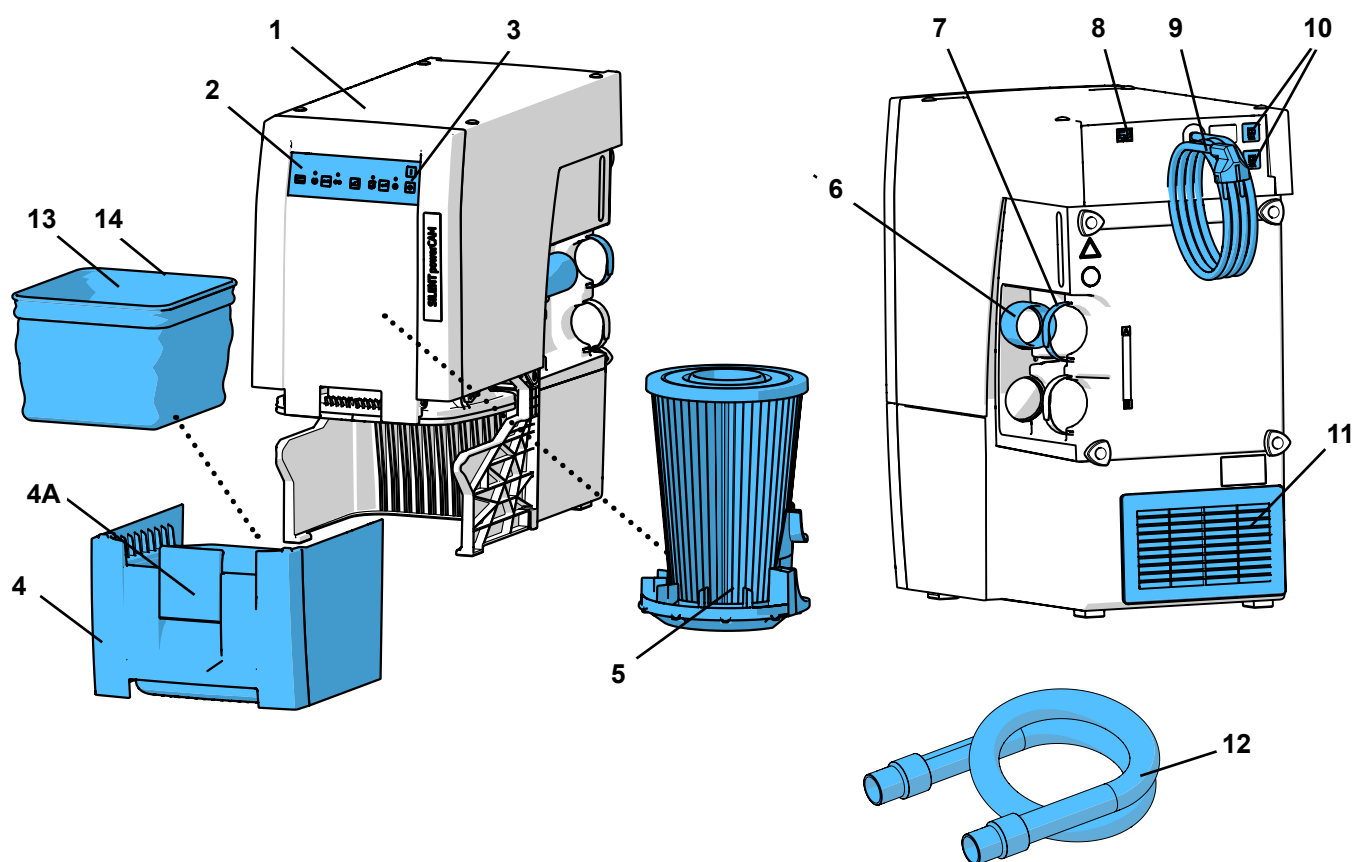

Abb. 1
- der Abluftaustritt (11, Abb. 1) nicht behindert wird.
- Externe Ablufführung (A) (siehe Kap. 4.6).
- Öffnung in Schrankrückwand (B), min. 250 x 120 mm, direkt gegenüber dem Abluftaustritt (11, Abb. 1).
- Rückwand des Schanks entfernen (C), Abstand der Schrankrückseite zur Wand min. 50 mm.
- ⇒ Netzkabel (9, Abb. 1) entrollen und Netzstecker in Steckdose der Gebäudeinstallation einstecken.